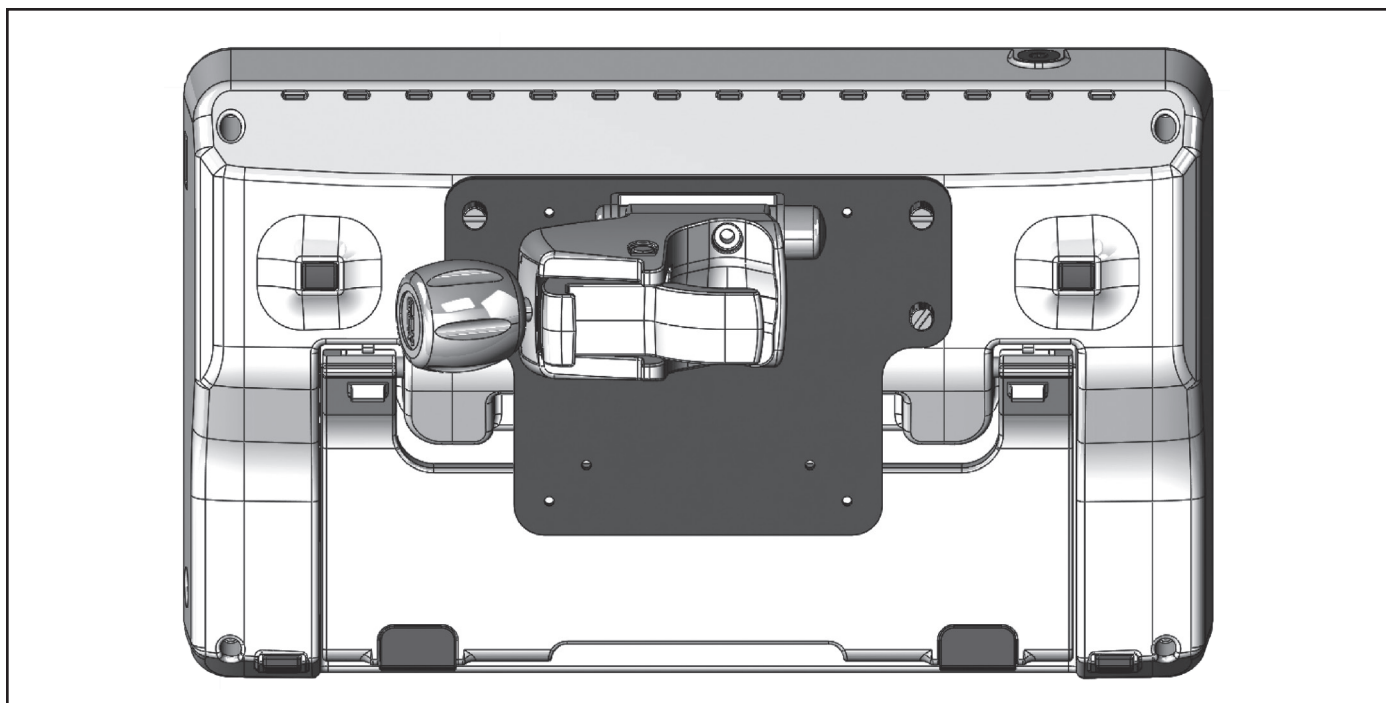

Afbeelding 13. Draadgaten van de monitor
3. Lijn de bevestigingsschroeven van de monitor uit met de draadgaten op de achterkant van de EXALT Monitor (afbeelding 13).